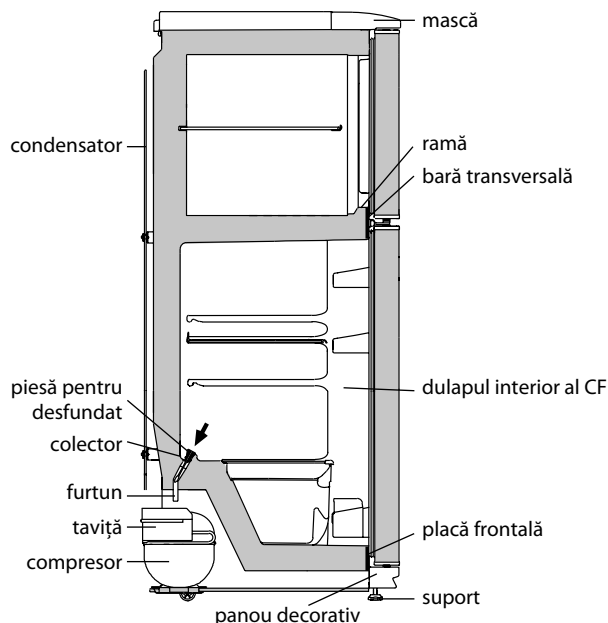

Figura 4 — Schema scurgerii apei provenite din dezghețarea CF
2.2.1 În CF funcționează un sistem automat de dezghețare. Bruma, care apare pe perețele din spate a CF, după deconectarea compresorului care lucrează în ciclu, se topește și se transformă în picături de apă. Picăturile de apă provenită din dezghețare se scurg în colector, apoi prin gaura acestuia și prin furtun - în tavița de pe compresor, în conformitate cu figura 4 și se evaporă. Gaura colectorului este dotată cu o piesă pentru prevenirea înfundării sistemului de drenaj.
Prezența apei în colector indică înfundarea sistemului de drenaj. Pentru eliminarea înfundării folosiți piesa corespunzătoare și curățați gaura colectorului, astfel ca apa să se scurgă liber în taviță, apoi spălați piesa și instalați-o în conformitate cu figura 4.
SE INTERZICE să exploatați frigiderul cu sistemul de scurgere înfundat. Apa care a apărut pe fundul CF sau care a ajuns în locul de alăturare a barei transversale și a dulapului interior al CF, în conformitate cu figura 4, poate provoca coroziunea dulapului exterior al frigiderului și elementelor agregatului frigorific, defectarea izolației termice, formarea crăpăturilor dulapului interior și defecțiunea frigiderului.
ATENȚIE! Nu permiteți scurgerea apei provenite din dezgheț din CC la decongelarea și curățarea acestuia, deoarece ea, pătrunzând în locul de alăturare a barei transversale și a ramei CC, în conformitate cu figura 4, poate provoca coroziunea dulapului exterior al frigiderului și a elementelor agregatului frigorific, defectarea izolației termice, formarea crăpăturilor ramei și defectiunea dulapului frigiderului.